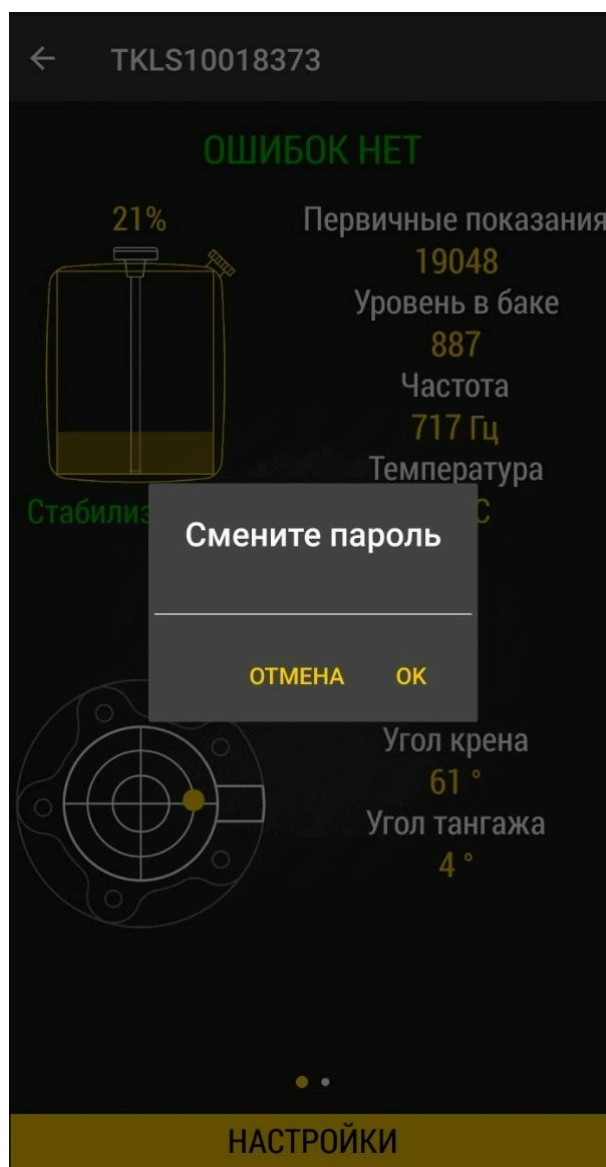

Рис.11. Запрос смены заводского пароля.
- После считывания NFC датчика выполнится подключение к датчику и переход в его персональное окно (**Рис.11**). При нажатии кнопки «Настройки» для конфигурирования датчика, приложение предложит установить новый пароль вместо заводского. Введите новый пароль и нажмите «ОК». Пароль должен содержать РОВНО 8 символов – цифр от 0 до 9 и букв латинского алфавита (ЗАГЛАВНЫХ и строчных). В качестве пароля не может быть задан серийный номер датчика и заводской пароль testtest.